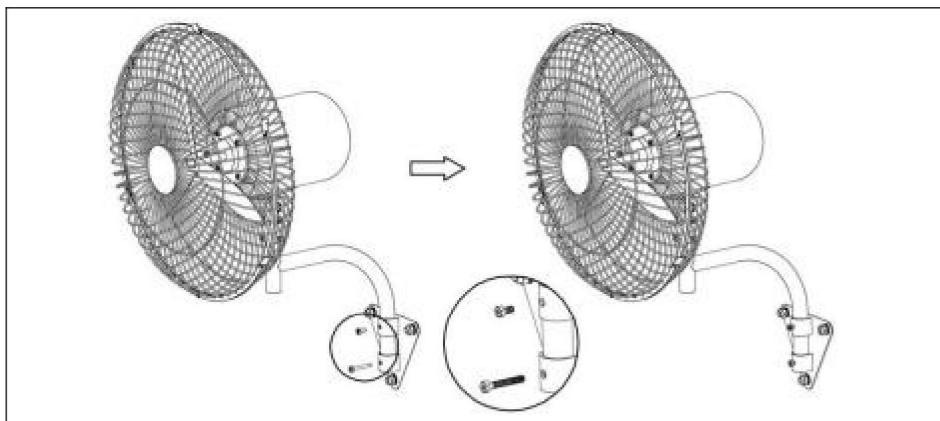

Fig.9.
2). Installare il corpo della ventola sul pannello a parete (2), quindi bloccare le viti della staffa 1 (4) e le viti della staffa 2 (5). Notare che i fori per le viti sulla staffa devono corrispondere ai fori per le viti sul pannello sospeso a parete. Vedere (Fig.9.).